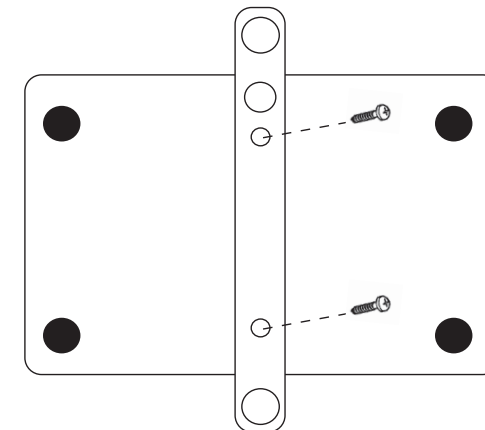

Abbildung 6.
Schritt 1. Drehen Sie die beiden M3 x 4-Schrauben durch die Bohrungen der Halterung in die Rückseite des Sendemoduls ein (siehe Abbildung 6).